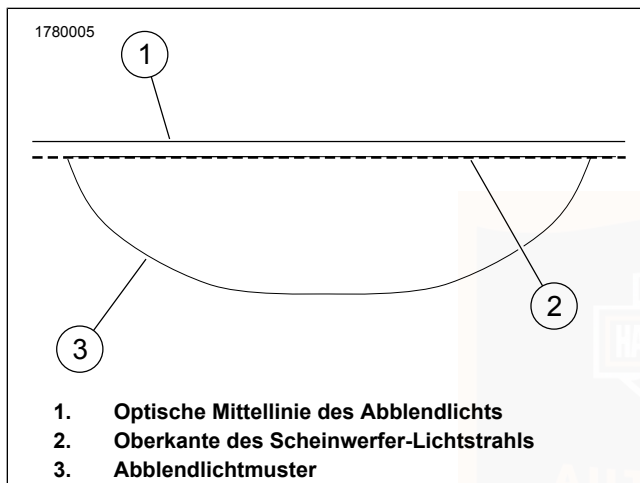

Abbildung 119. Ausrichtung des Scheinwerferabblendlichts
2. Siehe Abbildung 119. Den Einsteller im oder gegen den Uhrzeigersinn drehen, um den Lichtstrahl (3) einzustellen, bis die Oberkante des Lichtstrahls auf die horizontale Linie (2) trifft.